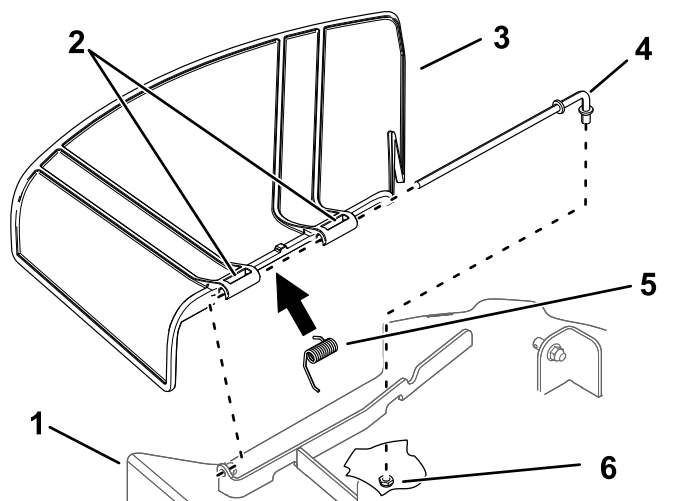

Figure 66
1. Retirez l'écrou ($\frac{3}{8}$ po) de la tige, sous le tablier de coupe (Figure 66).
9. Fixez l'extrémité arrière de la tige dans le tablier de coupe à l'aide d'un écrou ($\frac{3}{8}$ po), comme montré à la Figure 66.
2. Sortez la tige de la courte cheville de positionnement, du ressort et du déflecteur d'herbe (Figure 66).
4. Montez le nouveau déflecteur d'herbe (Figure 66).
7. Insérez la tige dans le deuxième support du déflecteur d'herbe (Figure 66).